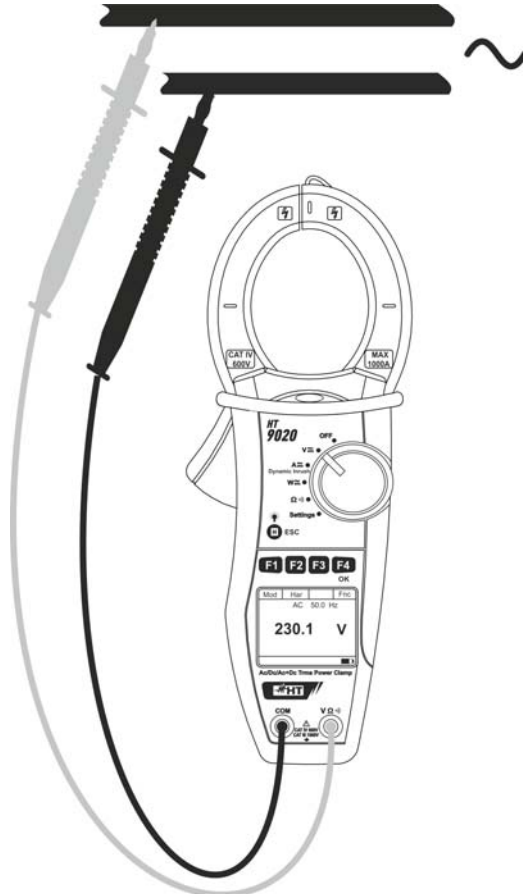

Abb. 6: AC/AC+DC Spannungsmessung
4. Verbinden Sie die rote Messleitung mit der **VΩ[~]** Eingangsbuchse, und die schwarze Messleitung mit der **COM** Buchse, und verbinden Sie die Messspitzen mit dem zu prüfenden Stromkreis (siehe Abb. 6)